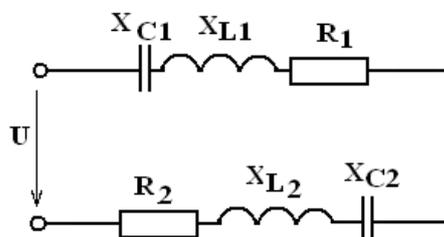

Рис.8.21
2. Напряжение на зажимах цепи, вариант которой соответствует последней цифре учебного шифра студента и изображенной на рис. 8.21, изменяется по закону $u = U_m \sin \omega t$. Амплитудное значение напряжение U_m , значения активных сопротивлений R_1 и R_2 , индуктивностей катушек L_1 и L_2 ,